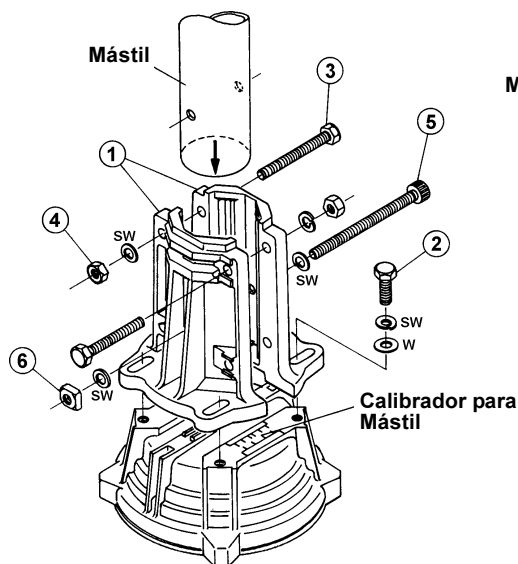

Figura 5
4. Ajuste parcialmente la abrazadera del mástil ① a la columna del rotador utilizando los pernos M8 x 25 ②, las arandelas planas y de presión que se suministran con el equipo (ver figura 5).
5. Con un “poste grúa” o cualquier otra portapieza de izar, inserte el mástil de antena por la parte de arriba a través del cojinete y colóquelo entre las abrazaderas del rotador, ajuste posteriormente dichas abrazaderas en forma parcial utilizando la arandela de presión y los pernos M8 x 70 ③ que se suministran con el equipo.
6. Introduzca el tornillo M8 x 95 ⑤ que trae el dispositivo a través de las abrazaderas para mástil y del mástil propiamente tal, luego fíjelo en forma parcial utilizando la tuerca cuadrada que también se suministra con dicho equipo.